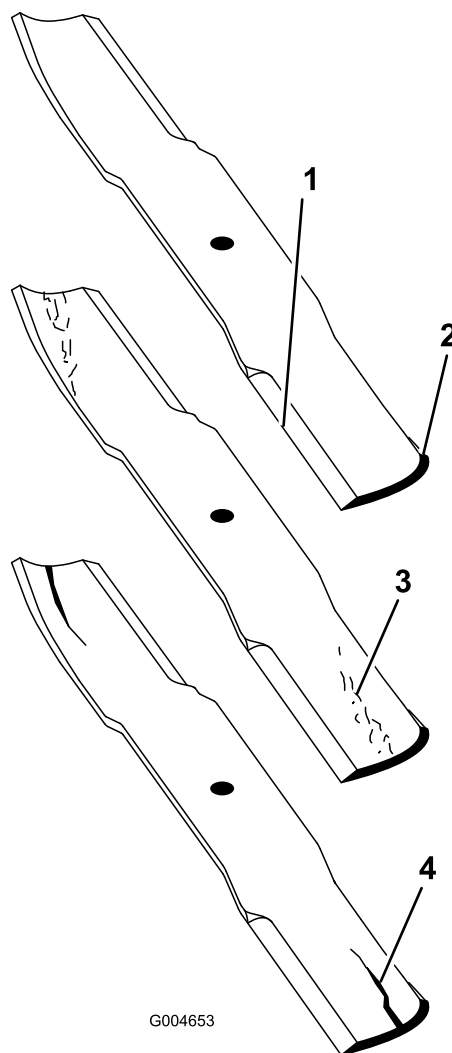

図 69
1. 刃先の部分を点検する（図 69）。
2. ブレードを点検、特に立ち上がりの湾曲部（図 69）をていねいに点検する。
注 破損、磨耗、割れの発生などがあれば（図 69）、直ちに新しいブレードに交換する。